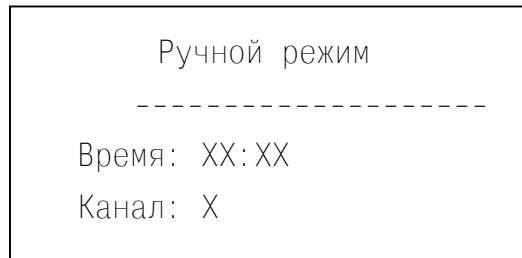

Рисунок 2.5 – Рабочее меню ручного режима
2.3.1.4 В ручном режиме выберите номер необходимого канала с помощью клавиатуры и нажмите «ENTER» для подтверждения. На индикаторе отобразится рабочее меню ручного режима с текущим временем и номером опрашиваемого канала (рисунок 2.5). Для выхода из рабочего меню ручного режима нажмите «ESC».